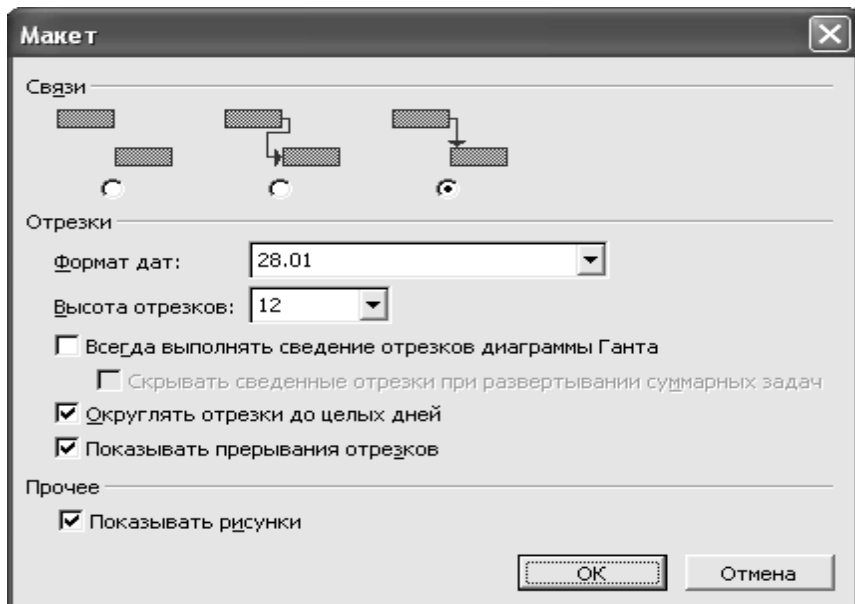

Рис. 36. Зміна висоти відрізків діаграми Ганта
2. З меню **Формат** виберіть команду **Макет**. (рис. 36).